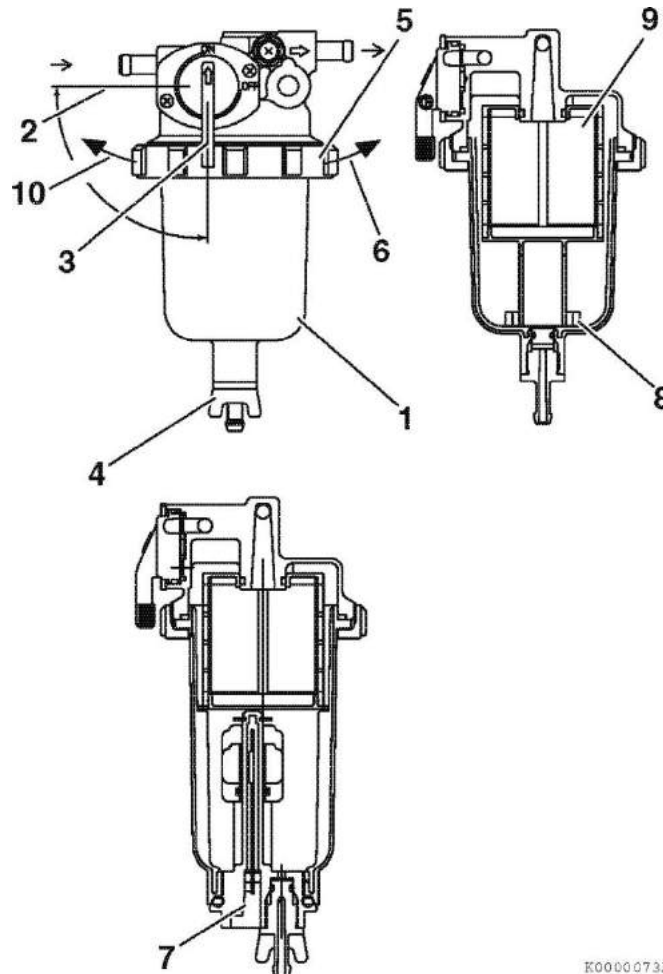

Рисунок 45
6. Удалите плавающее кольцо (Рисунок 45, (8)) из чашки. Слейте осадочные загрязнения в контейнер и утилизируйте отходы в соответствии с действующим законодательством и нормативными актами.
7. Очистите фильтрующий фильтр (Рисунок 45, (9)) и внутреннюю поверхность чашки. Если элемент имеет повреждения, замените его новым.
11. Повторно установите чашку в монтажный фланец и поверните стопорное кольцо (Рисунок 45(6)) направо, затянув его с усилием 15 – 20 Н·м, 1.5 – 2.0 кгс/м).
13. Откройте топливный кран (Рисунок 45 (3)).